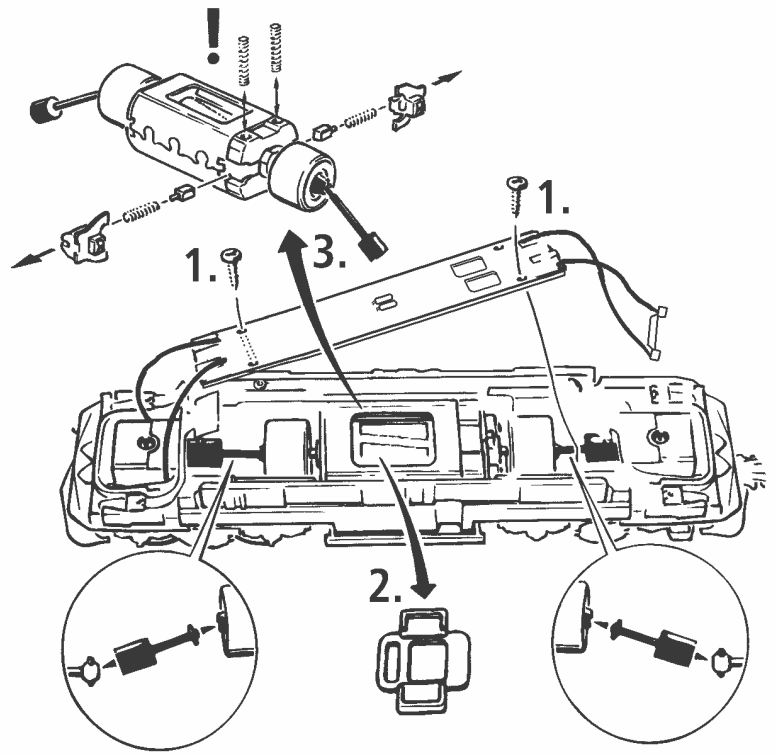

Fig. 9
Ausführung für Wechselstrom: siehe Fig. 9
A.C. operation: see fig. 9
voir fig. 9